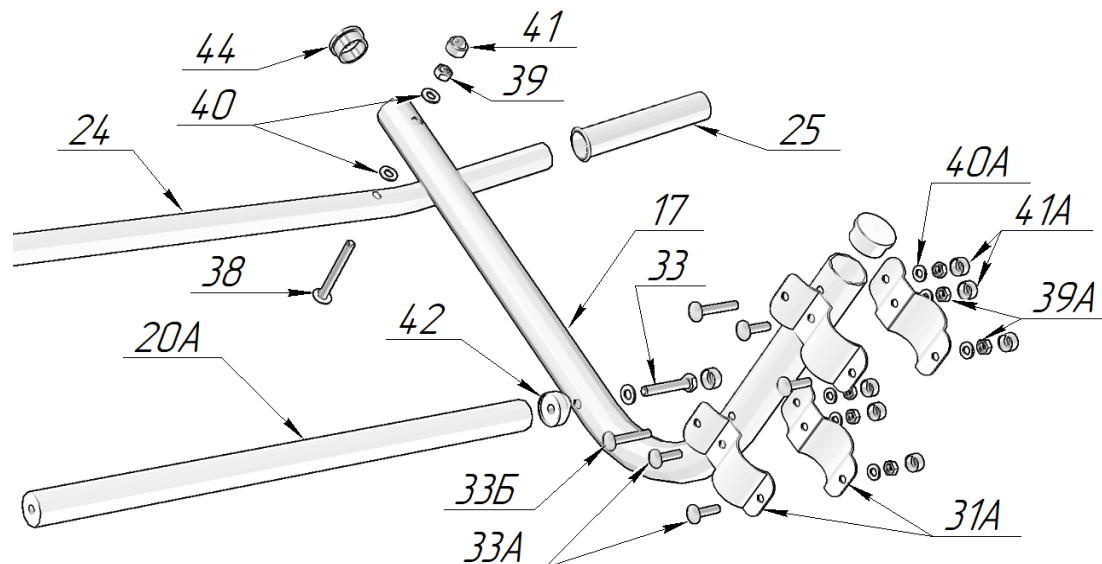

Рис.6 – Крепление рамы турника.
5.5. Сборка комплекса представлена на рис. 6.